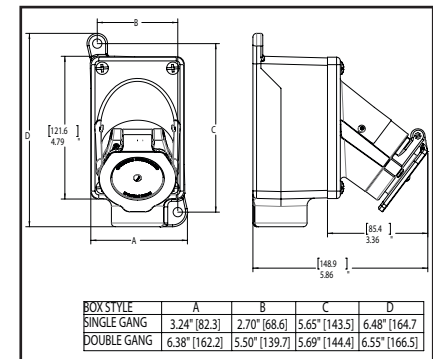

Figure 3
- Mount back box in desired position following methods that comply with NEC and any local codes. Back box must be installed in vertical position (shown in Figure 3) to maintain environmental rating.
1. Monter le boîtier arrière dans la position voulue selon une méthode conforme aux normes du NEC et aux codes locaux. Le boîtier arrière doit être posé en position verticale (comme illustré à la figure 3) afin de respecter les normes environnementales.